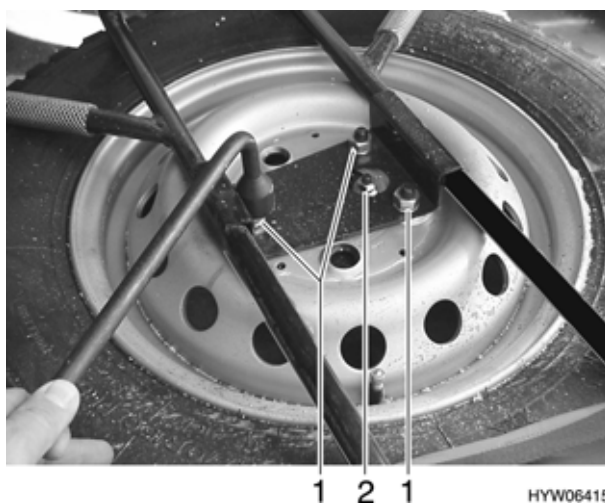

Fig. 181 Ruota di scorta, bulloni
- Svitare i bulloni (Fig. 181,1).
- Svitare di tre giri l'avvitamento (Fig. 181,2) per il fissaggio.